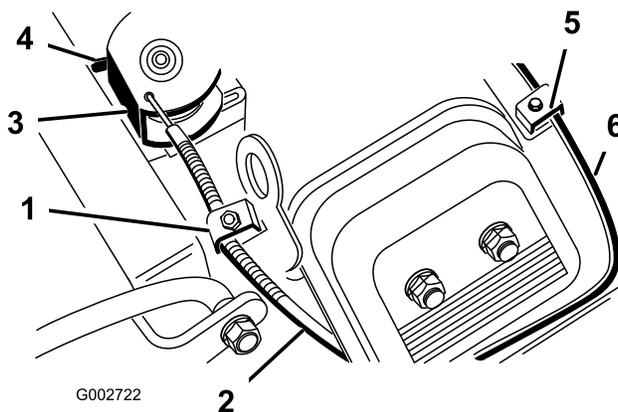

Figura 38
2. Desaperte o parafuso de fixação do cabo do ao motor (Figura 38).
4. Puxe o cabo do acelerador até que a zona traseira da cavilha entre em contacto com o batente (Figura 38).
2. Desaperte o parafuso de fixação do cabo da alavanca do ar que prende o cabo ao motor (Figura 38).
4. Puxe o cabo da alavanca do ar (Figura 38) até que a borboleta fique completamente fechada e, em seguida, aperte o parafuso de fixação do cabo.